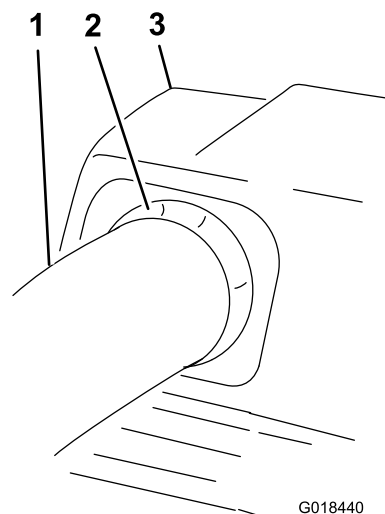

Figura 30
10. Trageți uor tubul superior, astfel încât elementul de etanare se extinde în exterior i peste tubul inferior (Figura 30).
19. Trageți ușor tubul superior, astfel încât elementul de etanare să se extindă în exterior i peste ansamblul suflantei (Figura 30).